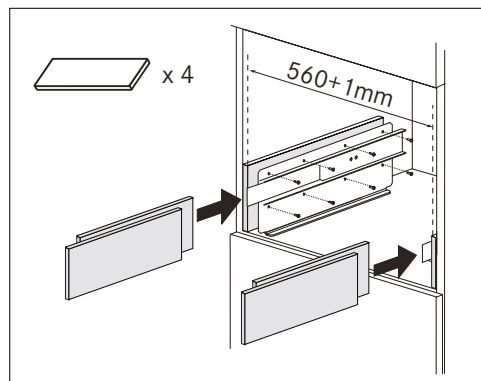

Fig. 7
- In caso di correzioni dell'allineamento dell'apparecchio, posizionare gli spaziatori in dotazione sotto o ai lati del supporto (Fig. 7).